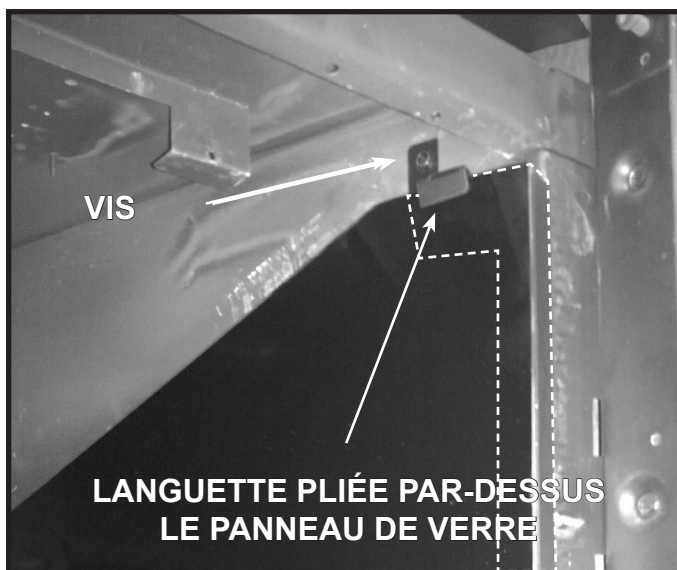

Figure 2. Installez le support de rétention du verre latéral
3. Installez le support du réfractaire latéral entre le panneau isolant et le côté de la boîte à feu. Fixez à l'aide de vis, comme il est indiqué à la figure 2.
4. Pliez la languette de côté du réfractaire par-dessus le panneau de verre. Voir la figure 2.